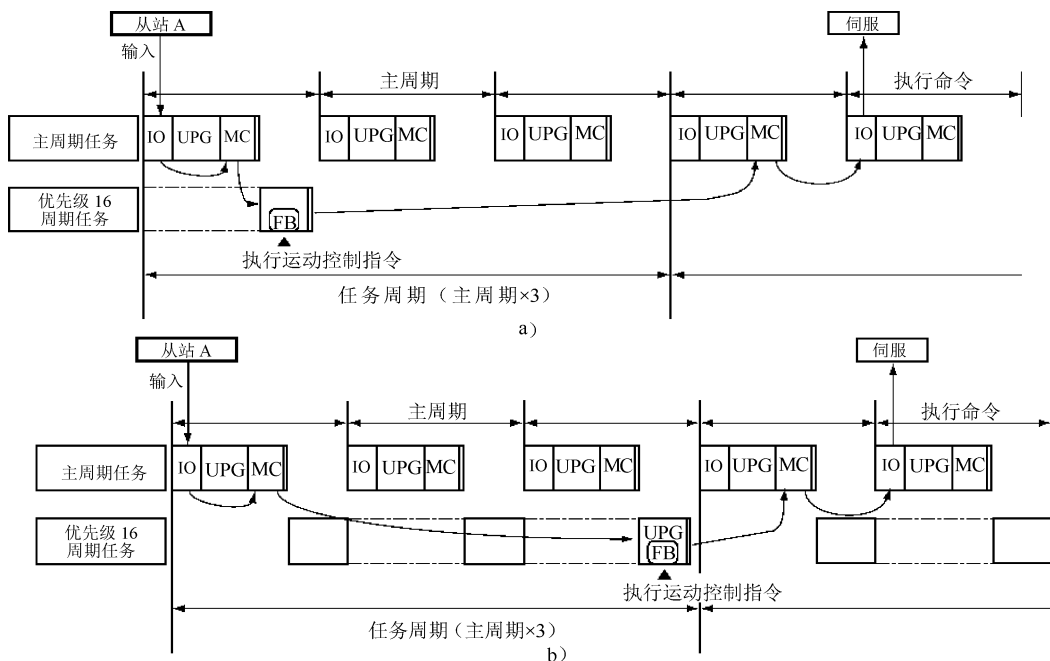

图 7-5 在优先级 16 周期任务中使用运动控制指令
如果不需要高速的运动控制，或用户程序太长，可把运动控制指令 (FB) 放在优先级 16 的周期任务里，如图 7-5 所示。